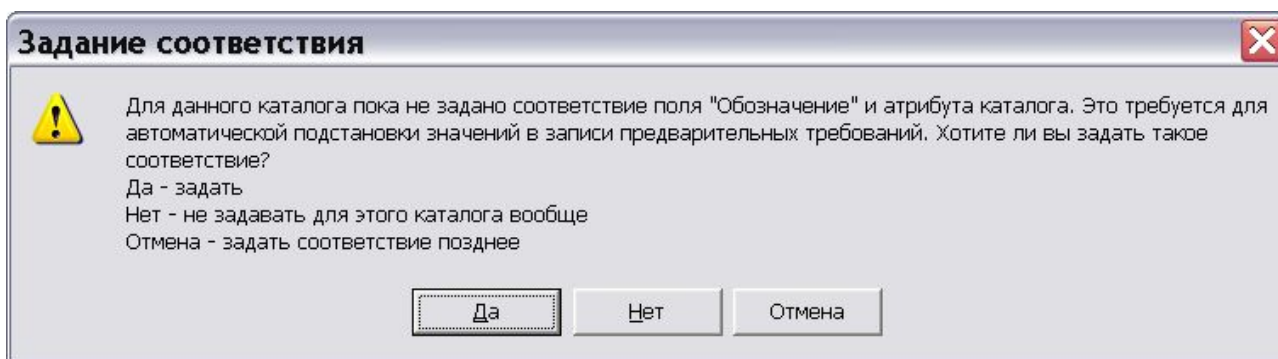

Рис. 5.49
8. Нажмите на кнопку **Установить ссылку**. При этом появится запрос для задания соответствия поля «Обозначение» и атрибута каталога (Рис. 5.49). Это требуется для автоматической подстановки значений в записи предварительных требований.